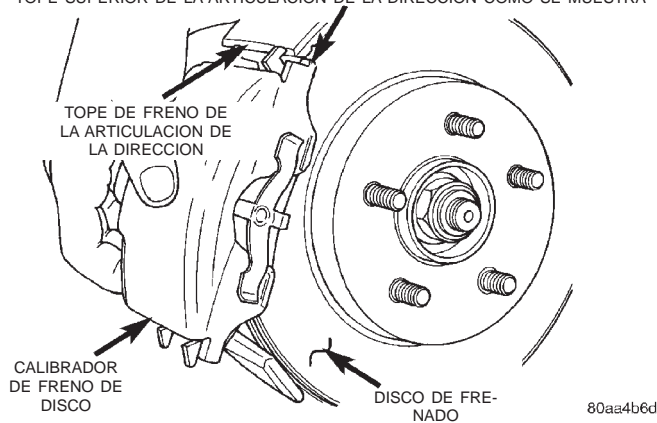

Fig. 59 Instalación del conjunto de calibrador en la articulación de la dirección
(4) Emplace con cuidado el calibrador de freno y las zapatas de freno sobre la articulación de la dirección, engancho primero el extremo del calibrador debajo del borde de la articulación de la dirección, como se muestra en (Fig. 59). Luego gire el calibrador hasta su emplazamiento en la articulación de la dirección.